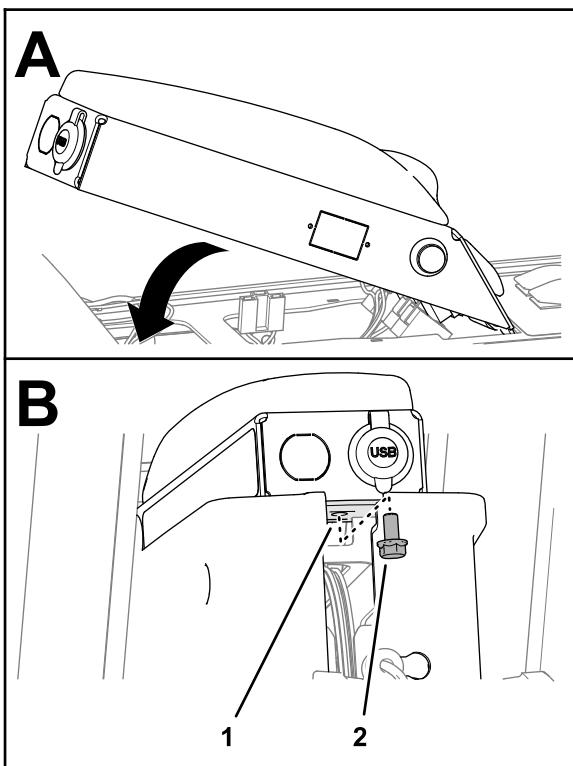

Figura 109
2. Sujete el panel del brazo al bastidor de la consola (Figura 109) con el tornillo con arandela prensada (5/16" x 5/8").
1. Alinee las pestañas de la parte delantera del panel del brazo con las ranuras del bastidor de la consola, y gire hacia abajo el panel del brazo (Figura 109).